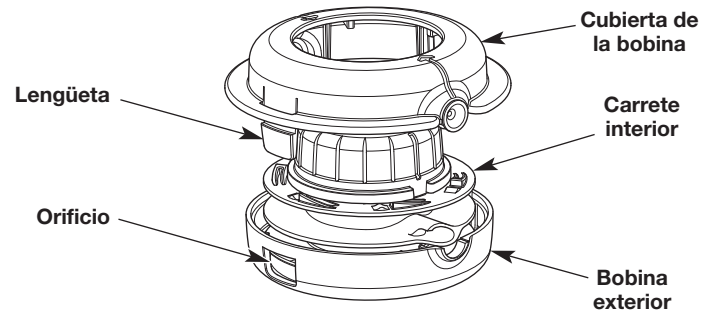

Fig. 18
1. Oprima firmemente las lengüetas del cabezal de corte (Fig. 18).
2. Retire la cubierta de la bobina (Fig. 18).
4. Utilice una tela limpia para limpiar el carrete interior, la bobina exterior y la cubierta de la bobina (Fig. 18).
5. Se deben alinear las lengüetas de la cubierta de la bobina con los orificios de la bobina exterior (Fig. 18). Oprima la cubierta de la bobina sobre la bobina exterior hasta que las lengüetas entren a presión firmemente en los orificios.